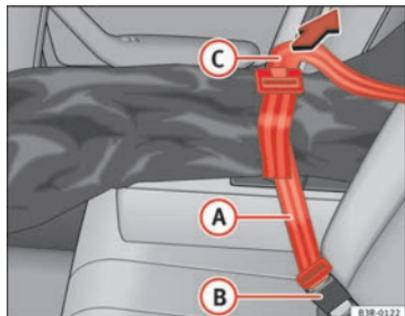

Abb. 129 Sicherung der Durchladeeinrichtung am Gurtschloss
- Den Sicherungsgurt (A) ⇒ Abb. 129 des Sackes in das mittlere Gurtschloss (B) stecken.
- Ziehen Sie den Sicherungsgurt am freien Gurtende (C) straff.